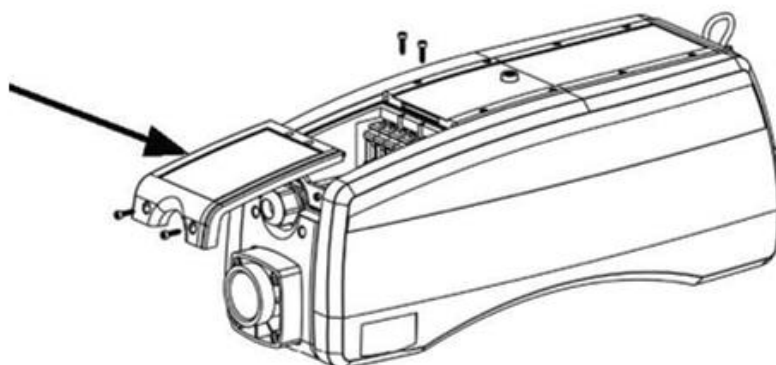

Fig. 7
- Pour connecter le câble d'alimentation, retirez le couvercle d'accès (voir Fig. 7).